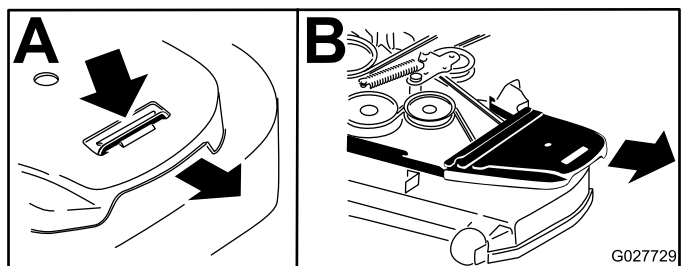

Figure 82
4. Déposez les protège-courroies (Figure 82).